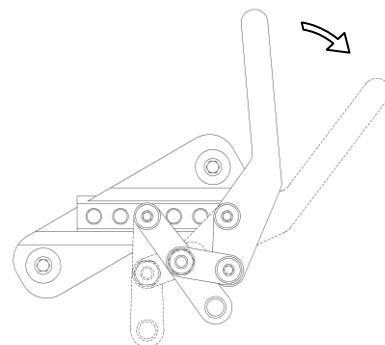

Figure 34 - Appliquer le frein
1. Pour **appliquer** les freins, pousser la poignée vers l'avant (figure 34);